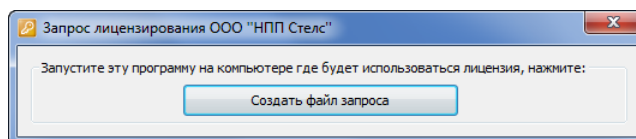

Рисунок 3.1 – Окно *Запрос лицензирования*
2. В открывшемся окне *Запрос лицензирования* (см. рисунок 3.1) нажмите кнопку *Создать файл запроса*.